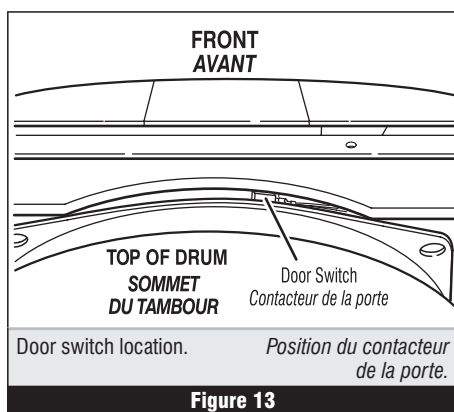

Figure 13
2. Check that the wires between the door switch and machine control electronics are connected. See figure 13 for switch location, and see Accessing & Removing the Electronic Assemblies, page 14.
2. Vérifier que les conducteurs sont bien connectés entre le contacteur de la porte et le module de commande électronique de la machine. La figure 13 indique la position du contacteur; voir aussi Modules électroniques – Accès et dépose, page 14.